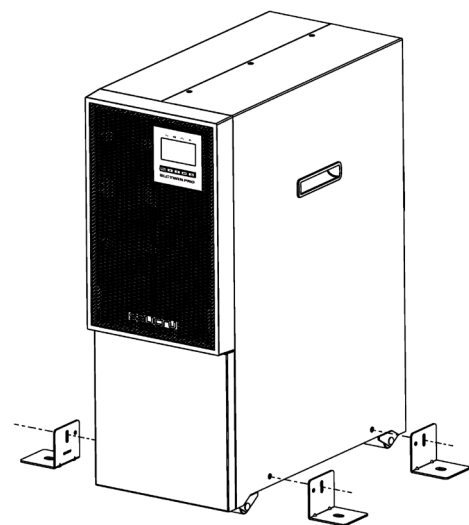

Fig. 21. Installation des supports de stabilisation.
2. Installer les supports de stabilisation comme illustré sur la Fig. 21.